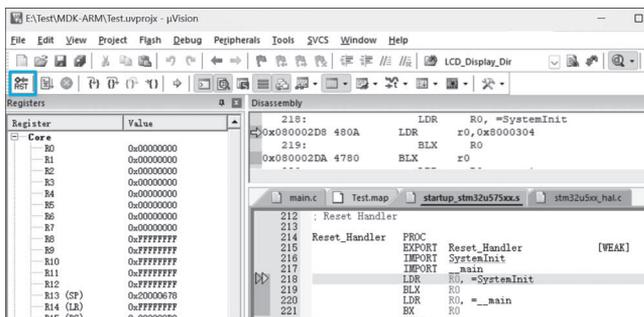

图 3.67 程序复位到代码运行的初始位置
(12) 单击 Reset 按钮 ，程序会复位到代码运行的初始位置，如图 3.67 所示。